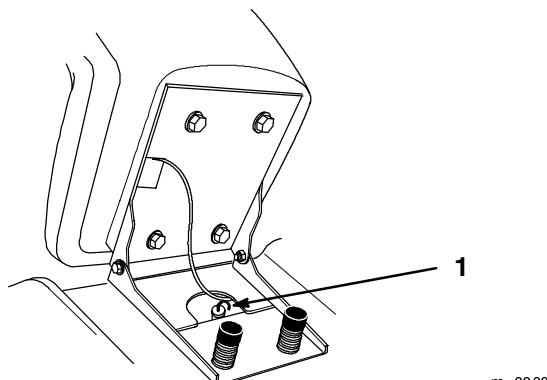

Abbildung 46
4. Den Bereich um den Transmissions-Peilstab herum reinigen (Abb. 46), damit kein Schmutz in die Einfüllöffnung fallen und die Hinterachse und Kardanwelle beschädigen kann.
5. Den Transmissions-Peilstab herausziehen und das Metallende sauber wischen (Abb. 46).
6. Langsam die angegebene Nachfülmenge Öl in das Einfüllrohr gießen (Abb. 46).